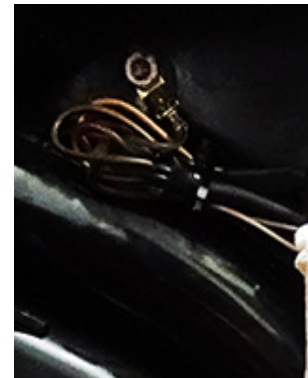

Bild 3
12. Verlegen Sie die Kabel scheuerfrei, nutzen Sie hierzu beiliegende Kabelbinder (Bild 3).
13. Starten Sie ihr Fahrzeug und führen Sie einen Funktionstest durch, in dem Sie die hintere Bremse betätigen. Führen Sie nun die Feineinstellung an der Kunststoffmutter (2) des Bremslichtschalters (1) durch, sodass Ihr Bremslicht nach kurzem Betätigungsweg der Fußbremse aufleuchtet.